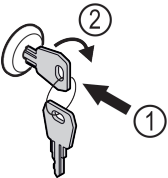

Fig. 123
- ▶ Вдавити ключ Fig. 123 (1).
- ▶ Повернути ключ на 90° за годинниковою стрілкою Fig. 123 (2).